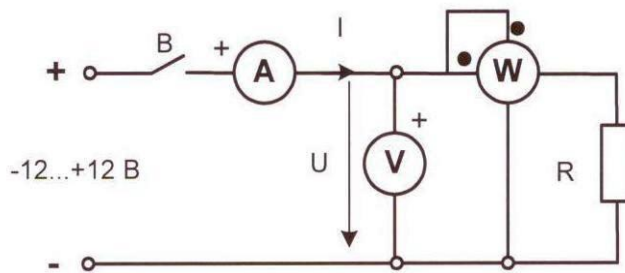
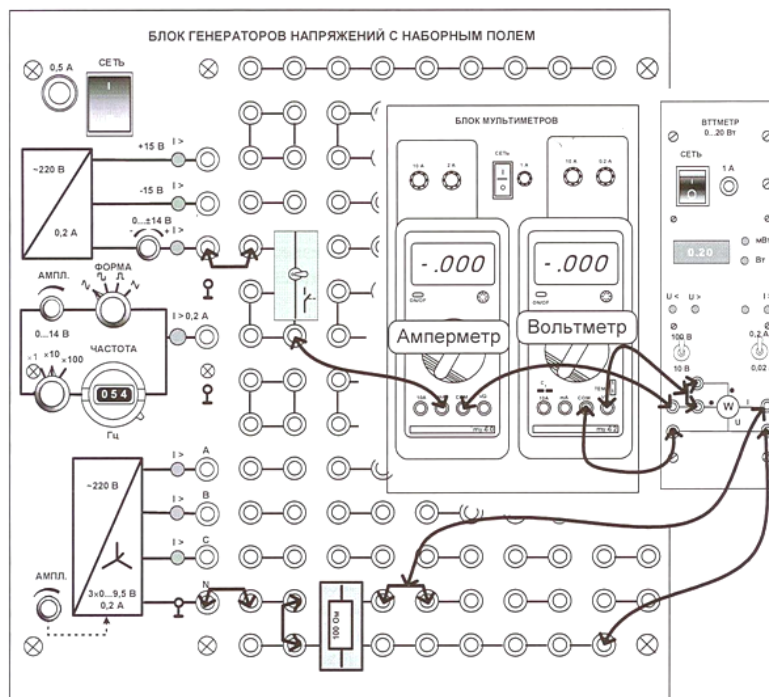

Рисунок 2.1. Принципиальная схема
Рисунок 2.2. Монтажная схема
5.3. Соберите цепь в соответствии с принципиальной схемой (Рис. 2.1) и монтажной схемой (Рис. 2.2), установив в наборную панель сопротивление $R_{ном}=100\dots1000 \text{ Ом}$. Запишите значение сопротивления в таблицу 2.